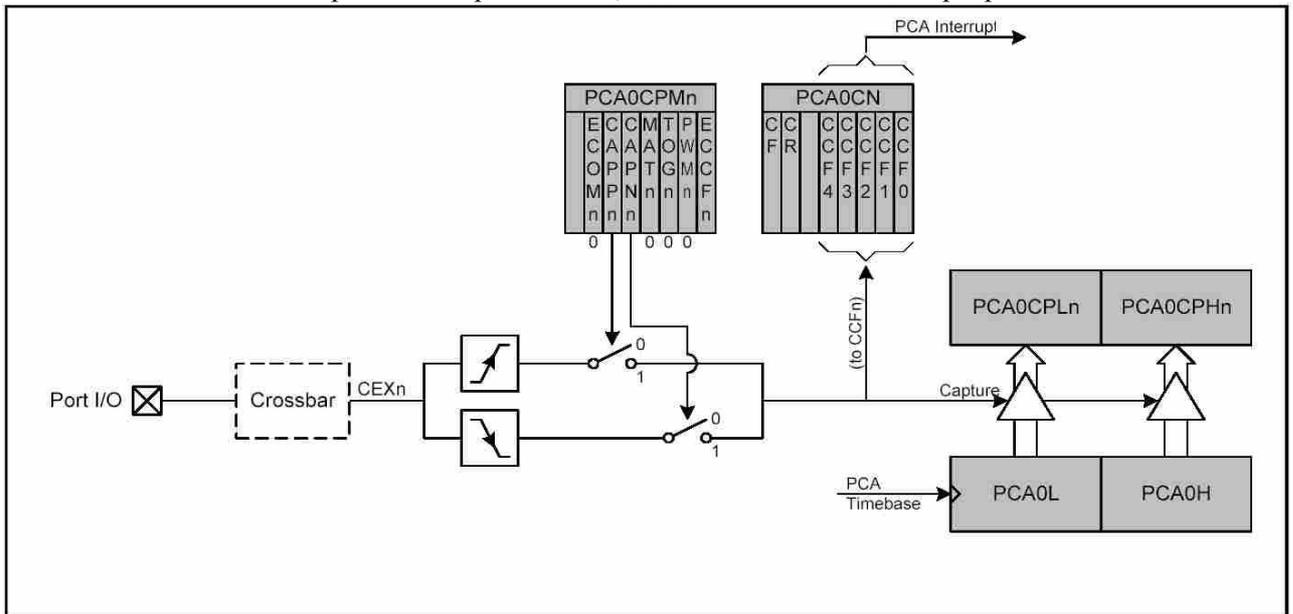

Рис.2.9. Режим переключений PCA по фронту
**Режим переключений по фронту (Edge-triggered Capture Mode).** На рис.2.9. показана функциональная схема, поясняющая функционирование PCA в этом режиме. В этом случае, вывод CEXn является входом. Он может быть настроен установкой битов CAPn и CAPn в регистре PCA0CPMn на восприятие как переднего фронта импульса (перепада из низкого в высокий уровень), так и заднего фронта импульса (перепада из высокого в низкий уровень) или для работы по обоим фронтам. При приходе запрограммированного фронта в регистре PCA0CN устанавливается соответствующий флаг CCFn и вырабатывается соответствующее прерывание, если оно разрешено. Одновременно значение счетчика (регистры PCA0L и PCA0H) перезаписывается в регистры PCA0CPLn и PCA0CPHn. Флаг CCFn автоматически аппаратно не сбрасывается, и должен быть очищен программой.